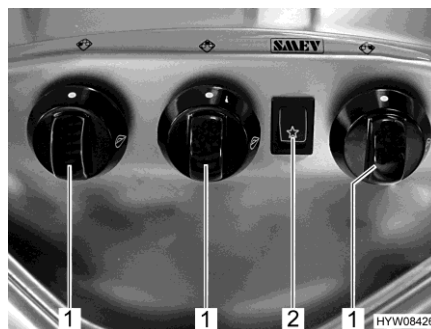

Fig. 118 Elementos de mando (cocina de gas)
- Girar el regulador giratorio (Fig. 118,1) correspondiente al quemador deseado a la posición de encendido (llama alta).
- Pulsar el interruptor basculante (Fig. 118,2). En el quemador se producen chispas de encendido.